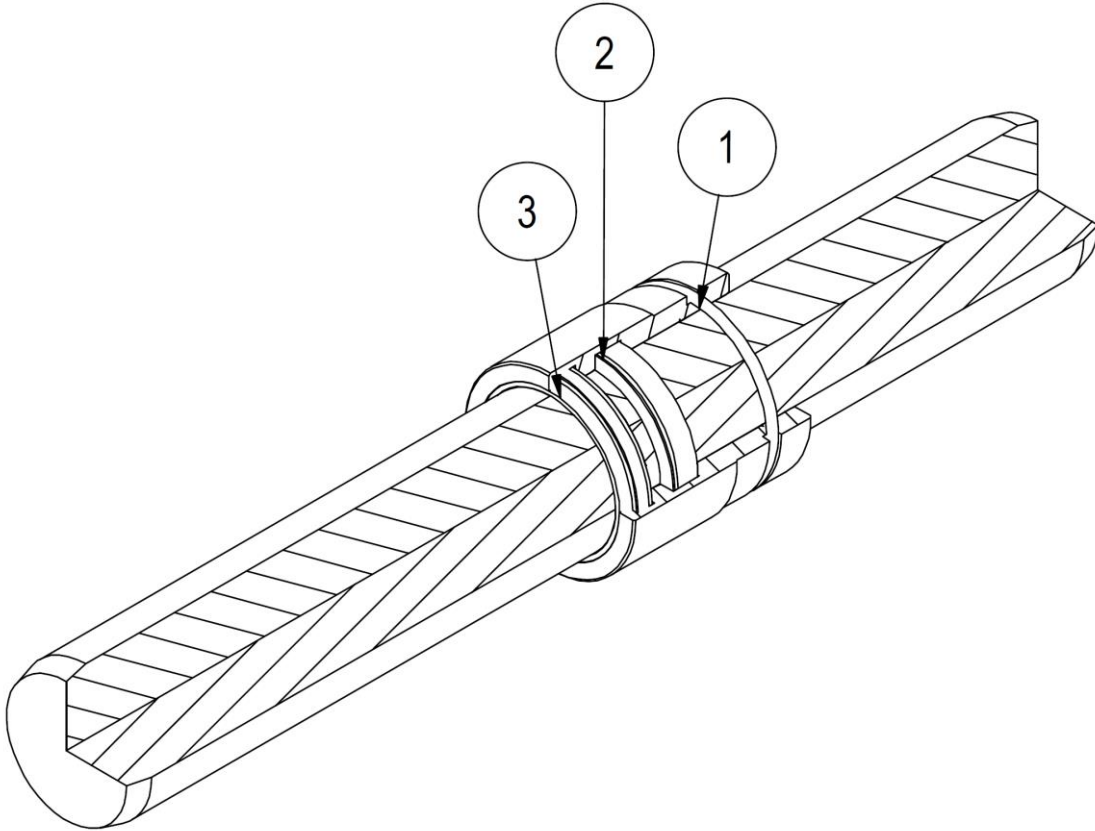

Figura 13
4. Sostituire le guarnizioni usurate (vedi *Figura 13*).